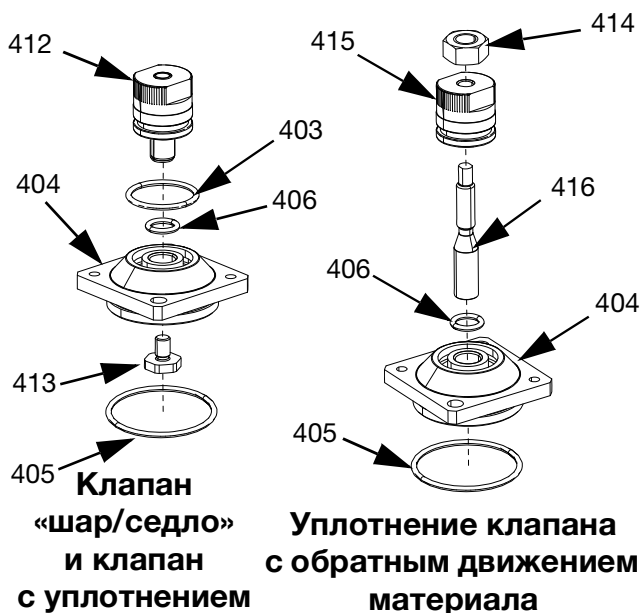
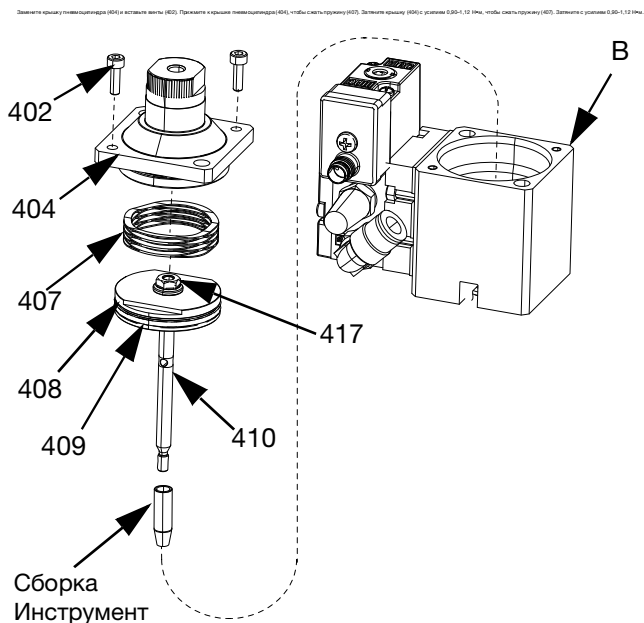

Рис. 21
Рис. 22
1. Чтобы смонтировать крышку пневмоцилиндра (404) на клапане «шар/седло» или клапане с уплотнением:
- a. Установите уплотнительное кольцо (403) на ручку в сборе (412). Разместите уплотнительное кольцо (406) в крышке пневмоцилиндра (404). См. Рис. 21.
- b. Нанесите консистентную смазку на уплотнительное кольцо (403), расположенное на ручке в сборе (412), навинтите его на крышку пневмоцилиндра (404). См. Рис. 21.
- c. Нанесите синий анаэробный клей, входящий в комплект поставки, на резьбы регулировочного стопора (413), навинтите регулировочный стопор на ручку в сборе (412). Затяните с усилием 0,90–1,2 Н•м. См. Рис. 21.
2. Чтобы смонтировать крышку пневмоцилиндра (404) на клапане с обратным движением материала:
- a. Разместите уплотнительное кольцо (406) в крышке пневмоцилиндра (404). Вставьте переходник штока (416) в крышку пневмоцилиндра (404). См. Рис. 21.
- b. Разместите уплотнительное кольцо (405) в крышке пневмоцилиндра (404). См. Рис. 21.
- c. Навинтите ручку в сборе (415) с контргайкой (414) на переходник штока (416). См. Рис. 21.
3. Чтобы смонтировать пневмосекцию (B) на клапанах «шар/седло» и клапанах с уплотнением:
- a. Замените уплотнительное кольцо поршня (408) при обнаружении царапин, надрезов или износа. См. Рис. 22.
- b. Закрепите монтажное приспособление на кончике штока поршня (410), а затем вставьте его в пневмосекцию (B). См. Рис. 22.
- d. Установите пружину (407) на верхней части поршня (409). См. Рис. 22. Замените крышку пневмоцилиндра (404) и вставьте винты (402). Прижмите к крышке пневмоцилиндра (404), чтобы сжать пружину (407). Затяните с усилием 0,90–1,12 Н•м.